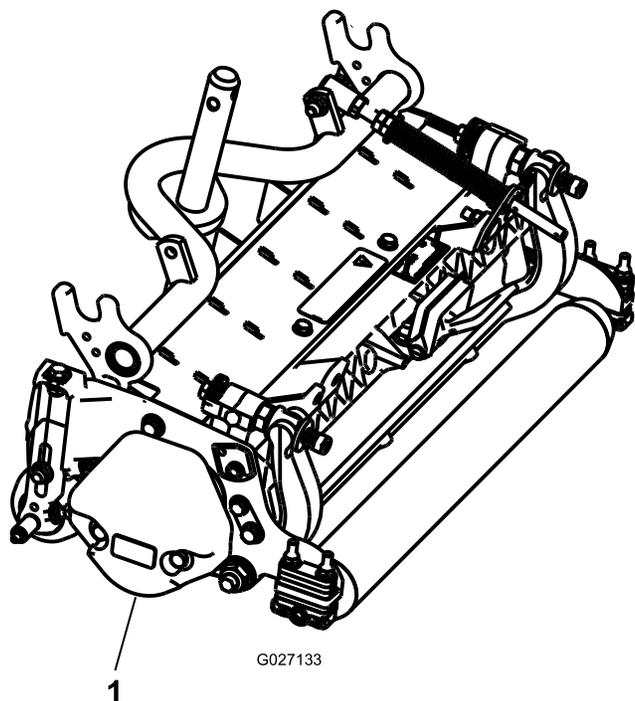

图 7
- 按照滚刀组 *操作员手册* 的说明确保将配重块 **图 7** 安装到滚刀组正确的一端上。